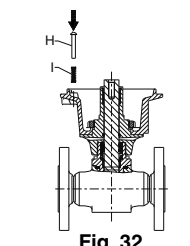

Fig. 35
- NC version:** Replace the O-ring (9) and tighten the plug (D) to torque [c] (Fig. 35).
- Remplacer le joint torique (9) et visser le bouchon (2/2) ou le corps de la 3ème voie rapportée (3/2) (D) au couple [c] (Fig. 35).
- NC-Version: Tauschen Sie den O-Ring (9) aus und ziehen Sie den Stopfen (D) mit dem Moment [c] fest (Abb. 35).
- Reemplazar la junta tórica (9) y atornillar el tapón (2/2) o el cuerpo de la 3ª vía (3/2) (D) al par [c] (Fig. 35).